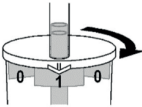

Abb. 3
- Para apanhar o primeiro pólipó, rode o recipiente até a seta apontar para o número "1" (Fig. 3).